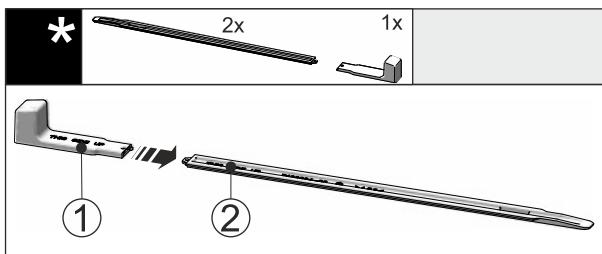

Fig. 46
- Montagegriff Fig. 46 (1) an die Nivellierschiene Fig. 46 (2) stecken.